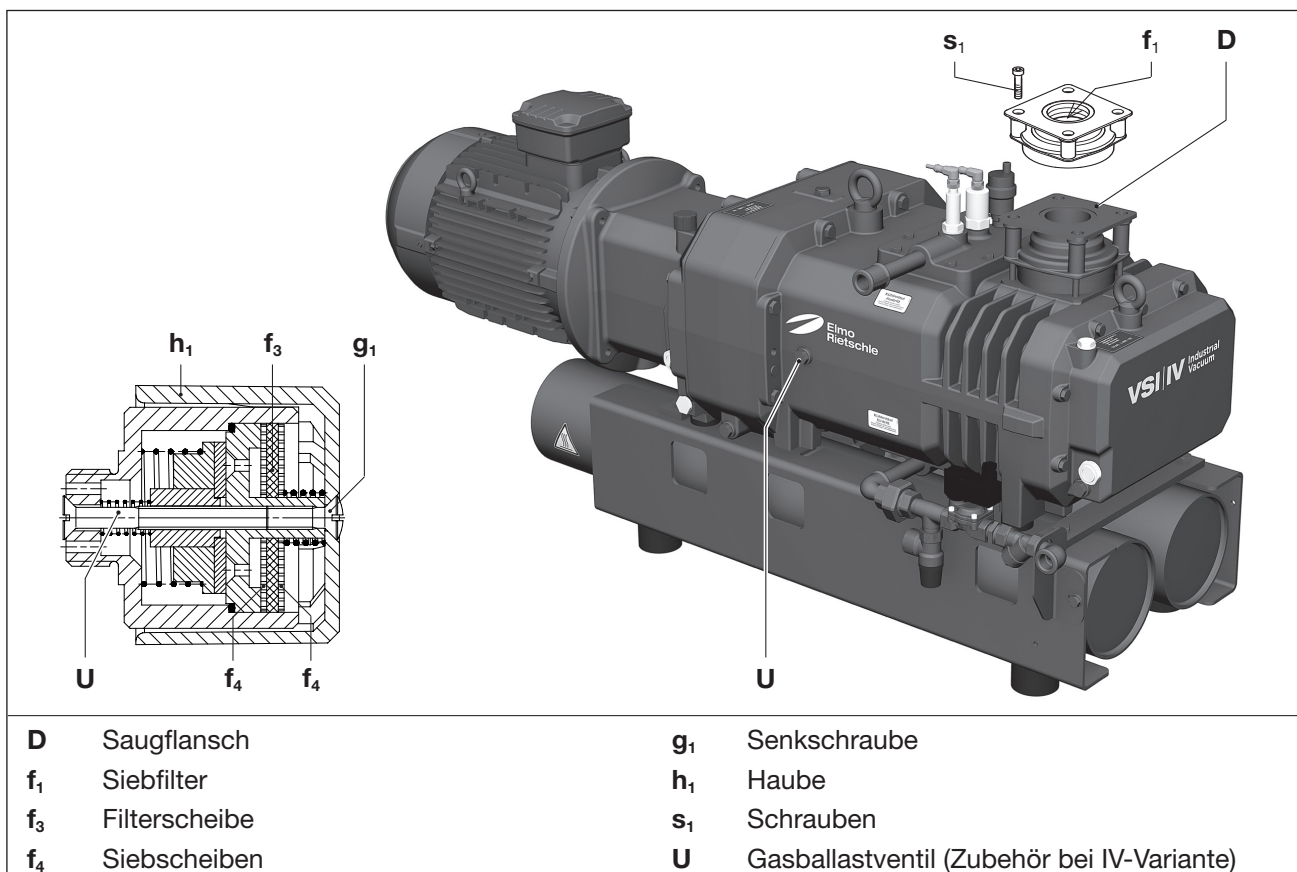

Abb. 18 Luftfilter und Gasballastventil
Der Siebfilter (Abb. 18/f1) ist je nach Verunreinigung des abgesaugten Mediums mehr oder weniger oft durch Auswaschen bzw. Ausblasen zu reinigen oder zu ersetzen. Überprüfen Sie auch den Ventil Sitz auf Verunreinigungen.
- b) Saugflansch (Abb. 18/D) nach Lösen der Schrauben (Abb. 18/s1) abnehmen.
- c) Siebfilter (Abb. 18/f1) reinigen.
Die Pumpen arbeiten mit einem Gasballastventil (Abb. 18/U).
Die eingebaute Filterscheibe (Abb. 18/f3) und Siebscheiben (Abb. 18/f4) sind je nach Verunreinigung des durchströmenden Mediums mehr oder weniger oft durch Ausblasen zu reinigen.
- a) Senkschraube (Abb. 18/g1) lösen und Kunststoff-Haube (Abb. 18/h1) entfernen.
- b) Filterscheibe (Abb. 18/f3) und Siebscheiben (Abb. 18/f4) zur Reinigung entnehmen und ausblasen oder ersetzen.
- c) Filterscheibe (Abb. 18/f3) zwischen die Siebscheiben (Abb. 18/f4) legen und in das Ventil einlegen.
- d) Kunststoff-Haube (Abb. 18/h1) aufsetzen und mit der Senkschraube (Abb. 18/g1) befestigen.